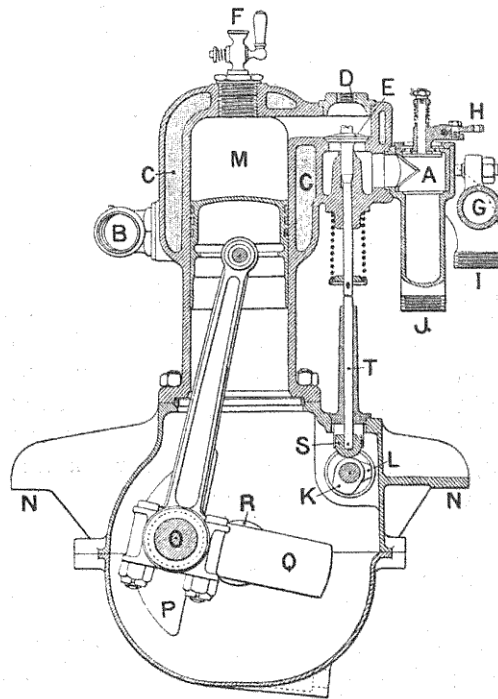

Fig. 72. — Moteur deux cylindres (coupe verticale vue de l'avant).
*Vu de face*, maintenant, le même moteur apparaît sous l'aspect de la figure 72. Il nous est, on ne peut plus facile de comprendre, que de la pluie d'huile provoquée par le barbotage des têtes de bielle, une foule de gouttelettes viennent arroser les cames K, la base des poussoirs S et, refoulées par la pression très faible mais suffisante due à la brusque descente des pistons, remontent dans les guides où se meuvent les tiges T.